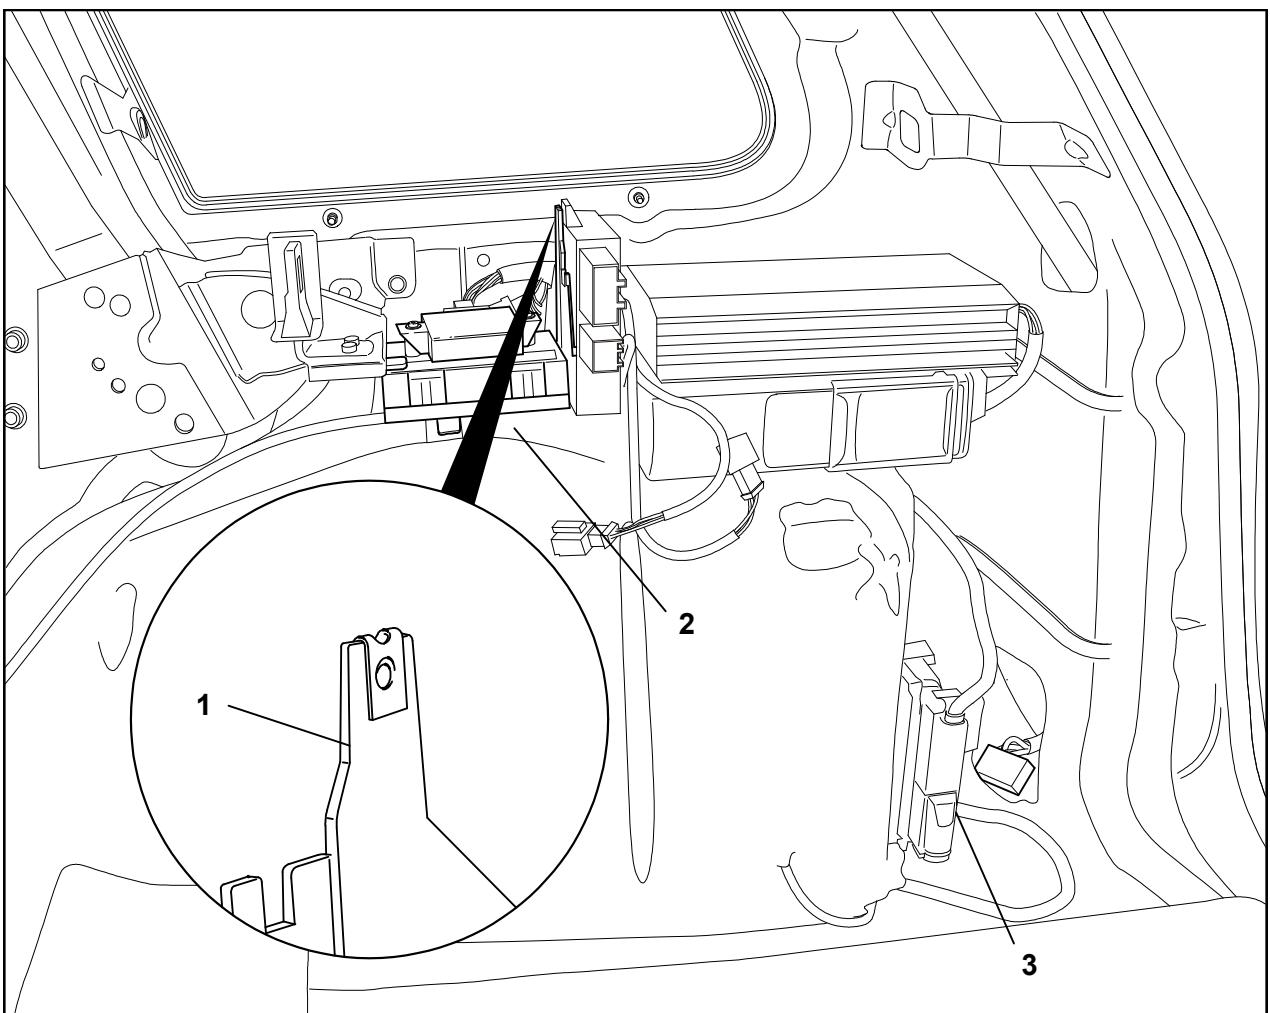

Fig. 3: Anslutning av anslutningsdon för släpvagn
4. Dra kabeländen med det 16-poliga svarta kontaktdonet utifrån, genom kabelgenomföringen till apparathållaren (fig. 3/1).
9. Fäst anslutningsdonet för släpvagn med snabblåsmuttern och sexkantskruven på apparathållaren i bagageutrymmets högra hörn (fig. 3/1).
12. Skruva fast de bruna kablarna med de två ringkabelskorna vid fordonets godsanslutningspunkt, baktill till höger vid kopplingsplatsen (fig. 3/3).
13. Lossa fästskskruven nertill på apparathållaren för fordonets bakre styrdon 7L0 959 933A (fig. 3/2) och dra försiktigt fram apparathållaren.